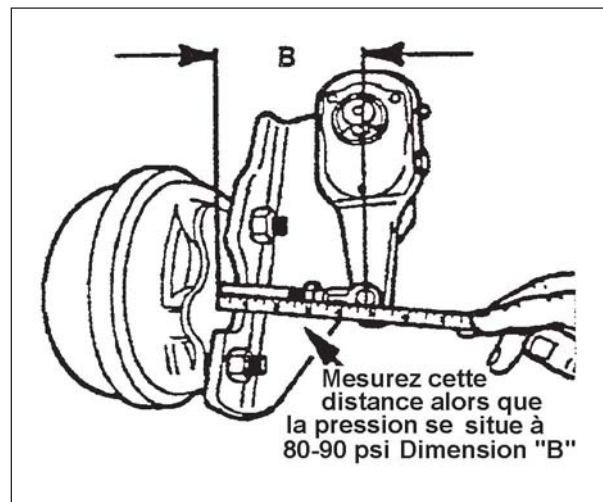

Fig. 8-23 TIGE DE POUSSÉE " ÉJECTÉE"
3. Mesurez la distance entre la face de l'actionneur de frein et le centre de la tige de manille d'assemblage (voir Fig. 8-23).